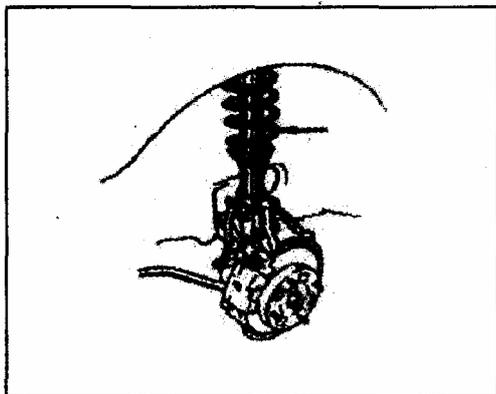

Рис. 497
1) Проверьте герметичность стойки (Рис. 497). Если стойка неисправна, замените ее.